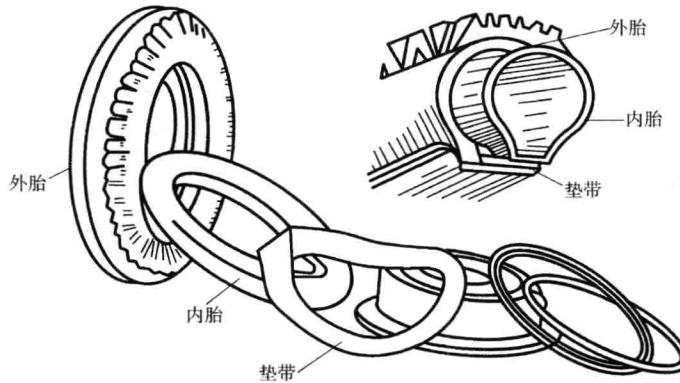

图 1-3 有内胎的充气轮胎组成
(1) 有内胎的充气轮胎由外胎、内胎和垫带组成,如图 1-3 所示。